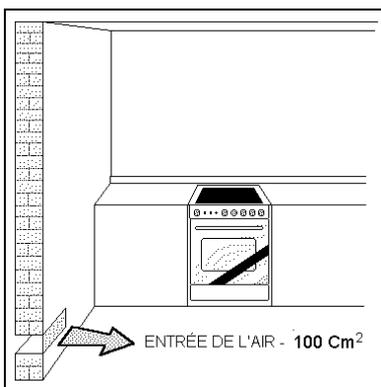
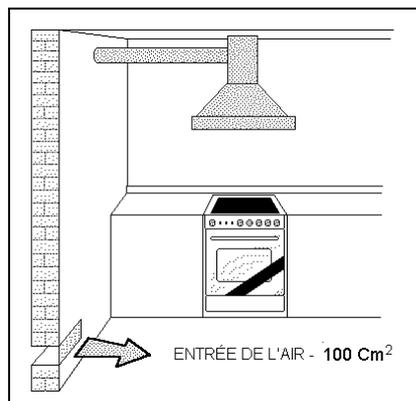

Fig. 3
Fig. 4
**NOTE: L'utilisation d'un appareil de cuisson au gaz produit de la chaleur et de l'humidité dans la pièce où il est installé. Par conséquent la pièce doit être bien aérée et les ouvertures de la ventilation naturelle ne doivent jamais être obstruées (Fig. 3). Activer aussi le dispositif mécanique d'aération / hotte d'aspiration ou électroventilateur (Fig. 4 et 5).**